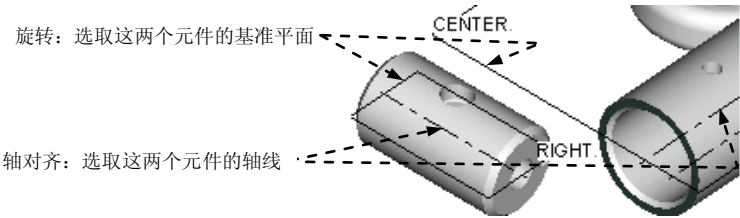
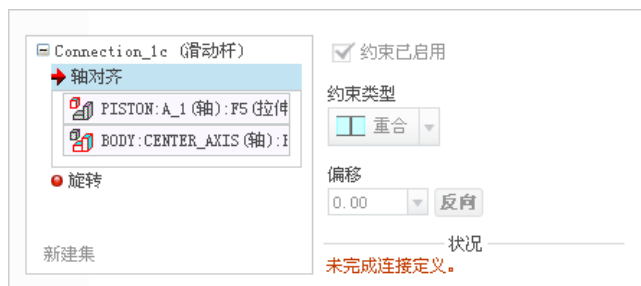
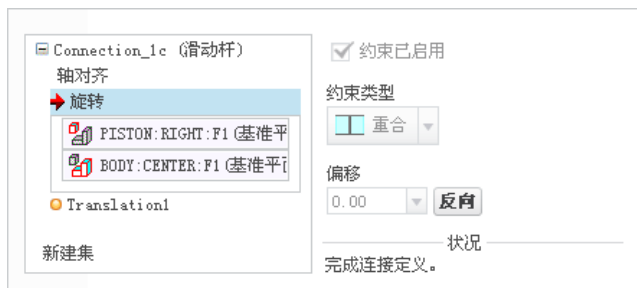

图 9.5.4 装配活塞
图 9.5.5 “轴对齐”约束参考
图 9.5.6 “旋转”约束参考
③ 定义“轴对齐”约束。在 **放置** 界面中单击 **轴对齐** 项，然后选取图 9.5.4 所示的两条轴线（元件 Piston 的中心轴线和元件 Body 的中心轴线），**轴对齐** 约束的参考如图 9.5.5 所示。
④ 定义“旋转”约束。分别选取图 9.5.4 中的两个基准平面（元件 Piston 的 RIGHT 基准平面和元件 Body 的 CENTER 基准平面），以限制元件 Piston 在元件 Body 中旋转， 旋转约束的参考如图 9.5.6 所示。